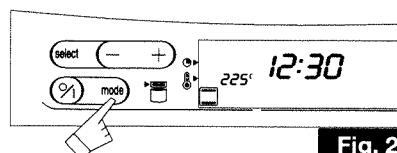

Fig. 2
2. Pulse la tecla «mode» (modo) hasta el tipo de cocción que desee (por ejemplo: «tradicional») (fig. 2).